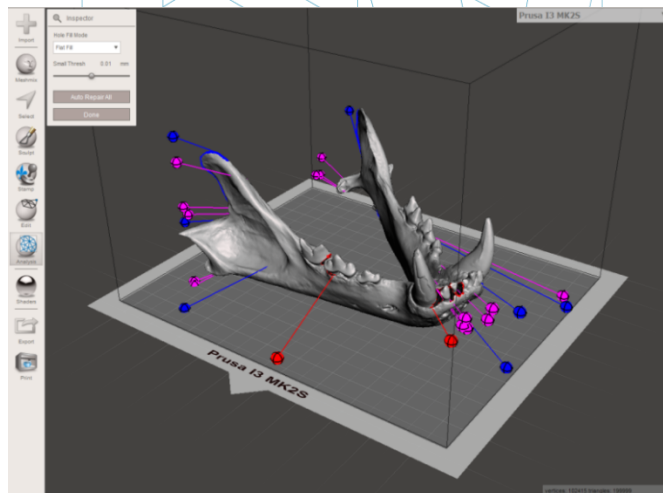

Figura 14: Análisis general en Meshmixer.
- [30] Figura 14: Análisis general en Meshmixer. Fuente: CETEM